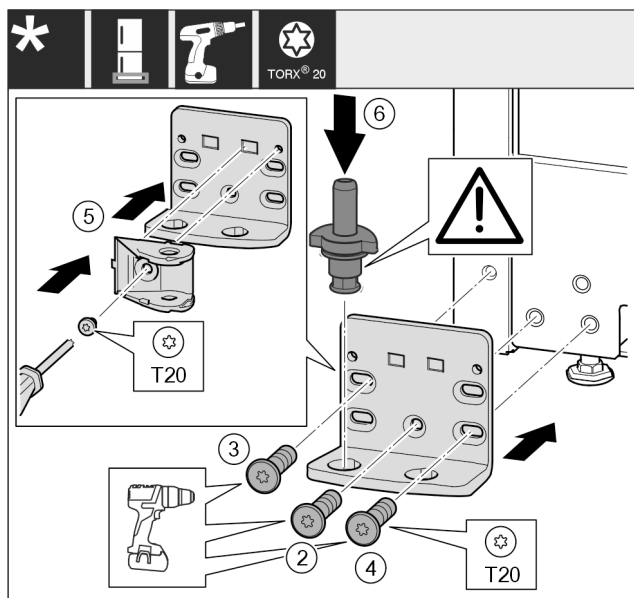

Fig. 44 *
- Aplicați suportul de lagăr pe partea opusă și înșurubați-l cu ajutorul unei șurubelnițe. Începeți cu șurubul Fig. 44 (2) de jos din centru.*
- Înșurubați ferm șurubul Fig. 44 (3) și șurubul Fig. 44 (4).*
- Rotiți îmbinarea amortizorului de închidere Fig. 44 (5) cu 180°. Înșurubați pe partea opusă a suportului de lagăr cu șurubelnița.*
- Introduceți complet bolțul de lagăr Fig. 44 (6). Aveți grijă aici ca respectiva camă de fixare să fie îndreptată către înapoi.*